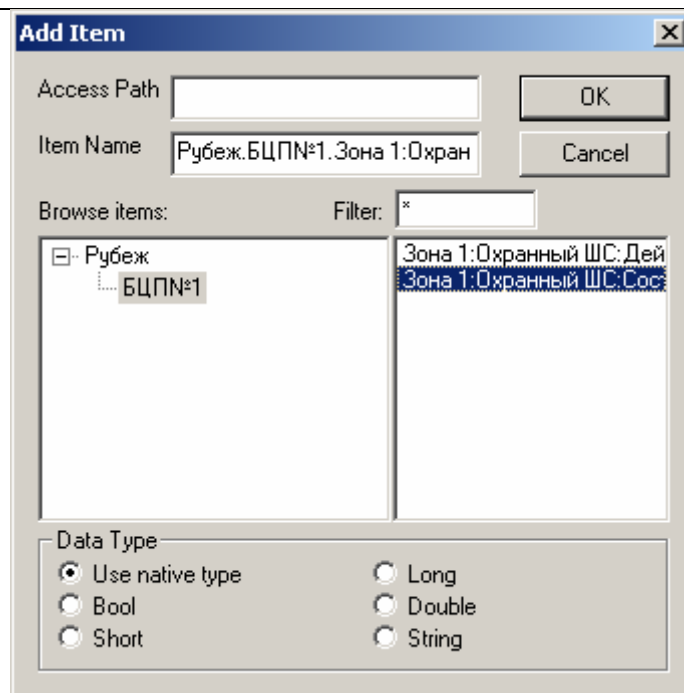

Рис. 3 Выбор тега «Состояние»
5. Добавьте тег «Состояние» с помощью пункта меню **OPC/Add Item...** Для этого выберите в диалоге нужный тег как показано на Рис. 3.